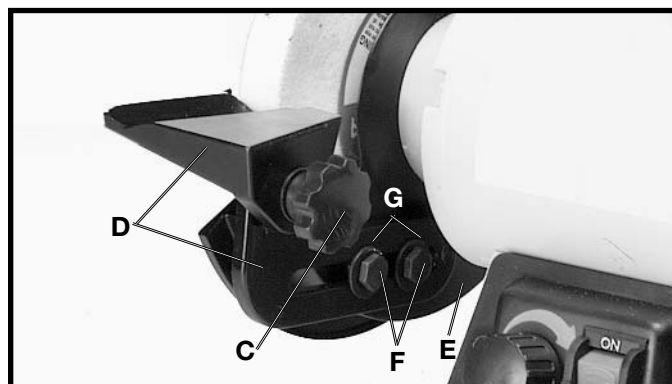

Fig. 4
2. Monte el conjunto del apoyo izquierdo de la herramienta (D), Fig. 4, en el interior del protector de la rueda izquierda (E) y sujételo con dos tornillos de 5/16-18x5/8" (F) y dos arandelas planas de 5/16 de pulgada (G), de la manera que se muestra en la ilustración.
4. Cada conjunto de apoyo de la herramienta (D), Fig. 4, es ajustable para que pueda posicionarse ligeramente por debajo de la línea central de la rueda de amolar y tan cerca como sea posible de dicha rueda, brindando máximo soporte a la pieza que se esté amolando. Mantenga siempre una distancia de 1/8 de pulgada o menos entre la rueda de amolar y el borde interior del apoyo de la herramienta. A medida que las ruedas de amolar se desgasten, el apoyo de la herramienta debe ajustarse correspondientemente. Cuando el apoyo de la herramienta esté posicionado correctamente, apriete los herrajes (C) y (F). El amolado a pulso sin utilizar un apoyo de la herramienta debe realizarse siempre en el cuarto inferior de la rueda.